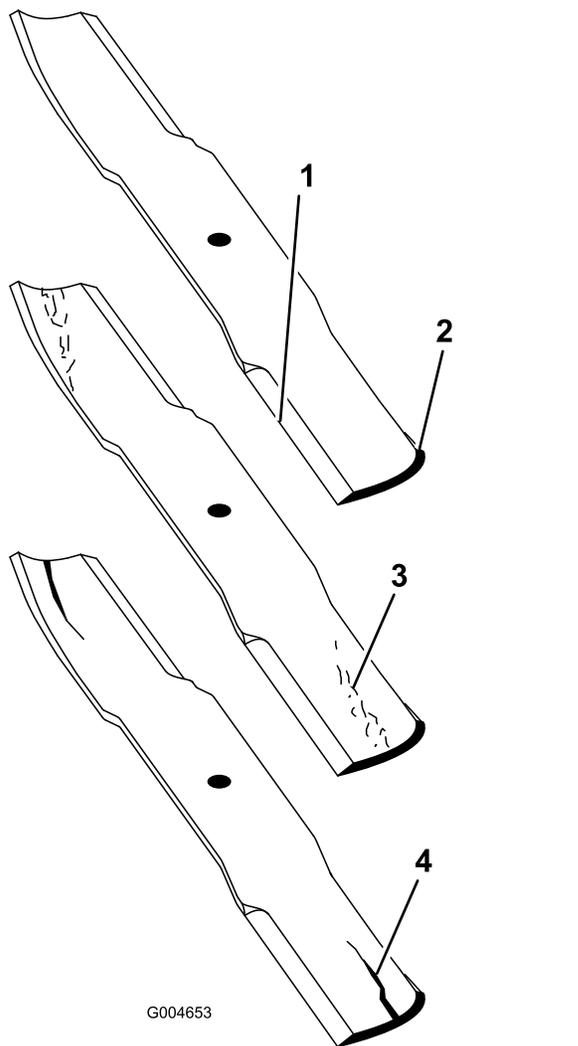

Figure 118
2. Examinez attentivement les tranchants de la lame, particulièrement au point de rencontre de la partie plane et de l'ailette (Figure 118).
**Remarque:** Le sable et les matières abrasives peuvent éroder le métal à cet endroit, c'est pourquoi il est important de contrôler l'état de la lame avant d'utiliser la tondeuse. Remplacez la lame si elle semble usée (Figure 118).